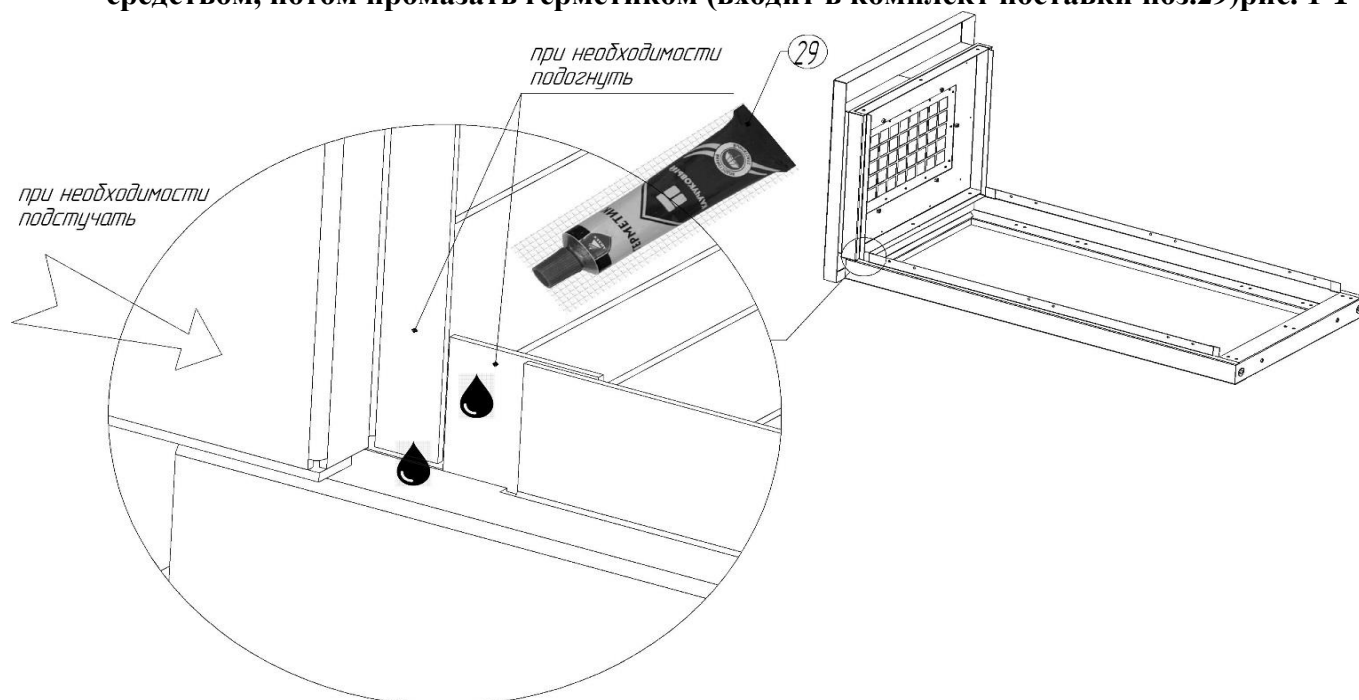

Рис. 1-1
**ВАЖНО:** для обеспечения герметичности шкафа крыша, рамы и дно соединяются плотно. При необходимости ребра рамок, крыши и дна подогнуть. Пosaдку осуществлять легким постукиванием деревянным или резиновым молоточком. Места стыков крыши, дна и рамок обезжирить растворителем или другим спец средством, потом промазать герметиком (входит в комплект поставки поз.29)рис. 1-1